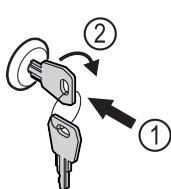

Fig. 171 Примерно изображение
- Пъхнете ключа Fig. 171 (1).
- Завъртете го на 90° по посока на часовниковата стрелка Fig. 171 (2).